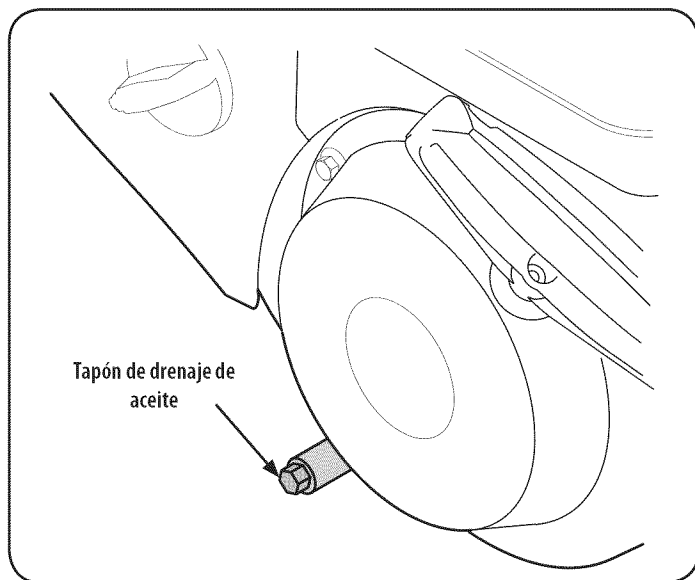

Figura 18
- Retire el tapón de llenado de aceite. Si el nivel está bajo, agregue aceite lentamente hasta registros de nivel del aceite entre alto (H) y bajo (L). Vea la Figura 18.